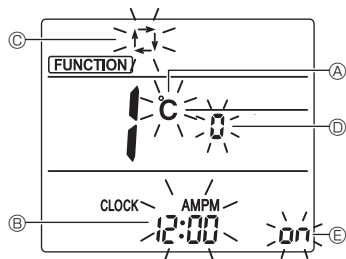

Fig. 6-6
L'écran Réglage de l'affichage s'affiche. (Fig. 6-6)
6.9.2. Changement de l'unité de température (Fig. 6-6 (A))
6.9.3. Changement de l'affichage de l'heure (Fig. 6-6 (B))
6.9.4. Changement du mode AUTO (Fig. 6-6 (C))
6.9.5. Changement du n° de paire (Fig. 6-6 (D))